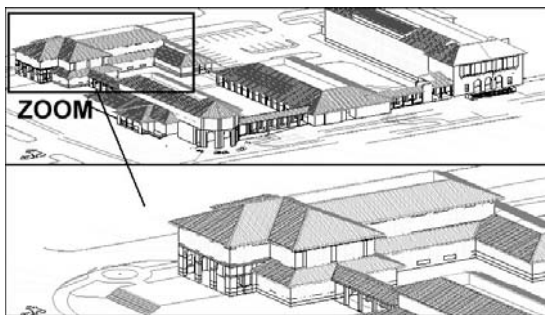

Fig.3.15
- **Zoom Fenêtre** (Window) : permet en cours de travail d'agrandir rapidement une partie du dessin pour y travailler avec grande précision. La zone à agrandir doit être spécifiée par deux points formant la diagonale d'un rectangle entourant la zone concernée (fig.3.15).